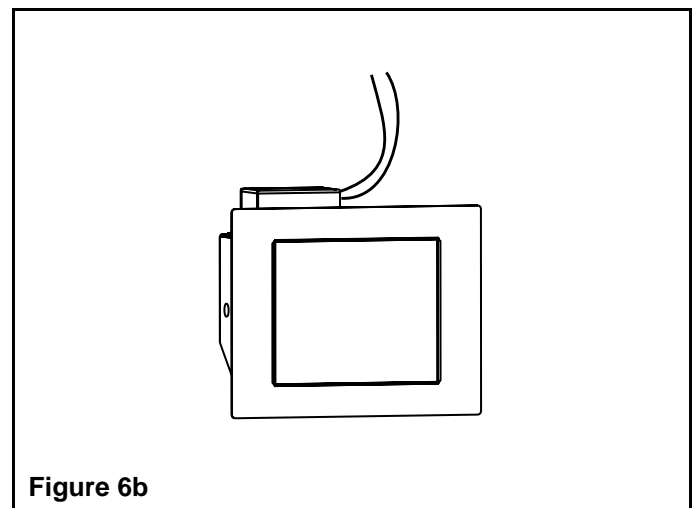

Figure 6b
5. Installez la boîte de jonction sur l'appareil à l'aide des deux vis fournies (voir Figure 6b). Assurez-vous que l'installation de la boîte de jonction respecte les prescriptions du code de l'électricité.